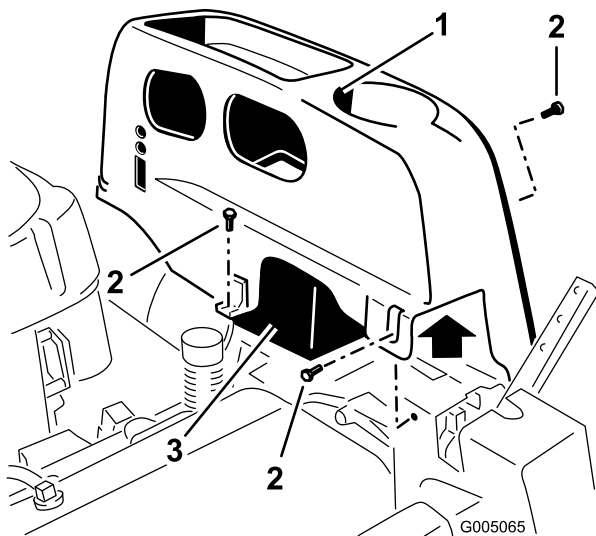

Figura 25
2. Retire los tornillos TORX® (T25) que sujetan la cubierta izquierda al bastidor, según se muestra en Figura 25.